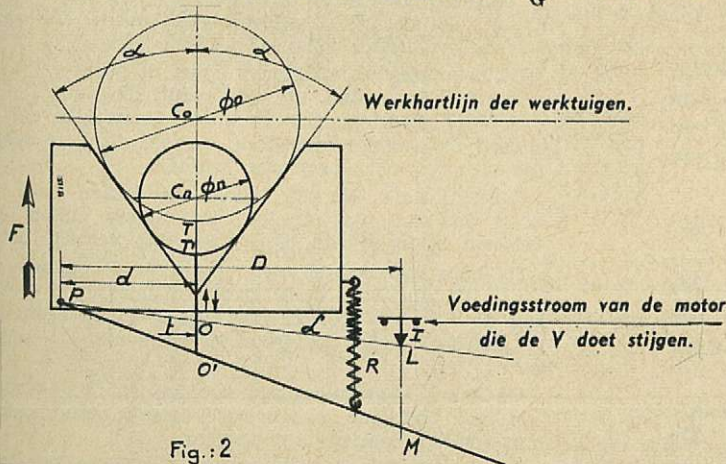

Fig. 2
De gebruikte inrichting wordt schematisch voorgesteld door fig. 2, waarop men duidelijk onderscheidt :
Laten wij de verhouding (1) toepassen op fig. 2 ; men heeft :